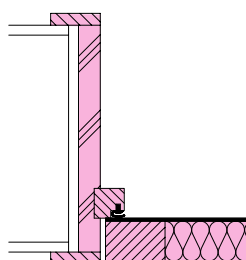

Abb.3 Deckel isoliert 40 mm mit Lippendichtung
- Abb. 3 Deckel isoliert 40 mm mit Lippendichtung